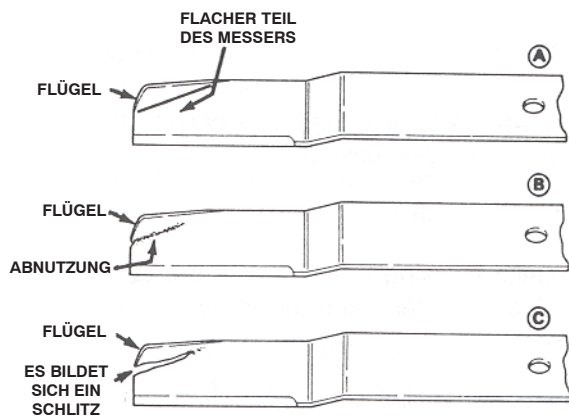

Bild 64
2. Prüfen Sie die Schnittkanten des Messers sorgfältig, insbesondere dort, wo die geraden Flächen die gebogenen berühren (Bild 64-A). Da Sand und Schleifmittel das Metall abnutzen können, mit dem die flachen und gebogenen Flächen verbunden sind, sollten Sie das Messer vor dem Einsatz der Maschine prüfen. Tauschen Sie das Messer aus, wenn Sie eine Abnutzung (Bild 64-B) feststellen, siehe „Entfernen des Schnittmessers“ auf Seite 56.